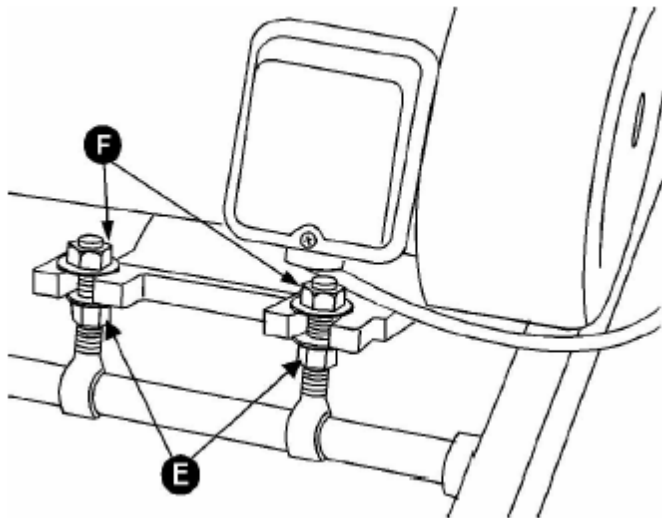

Рис. 11
3. При необходимости в регулировке натяжения ремня ослабить пару гаек (рис. 11, E и F) и вращением другой пары поднимать или опускать плиту двигателя, затем вновь затянуть гайки.